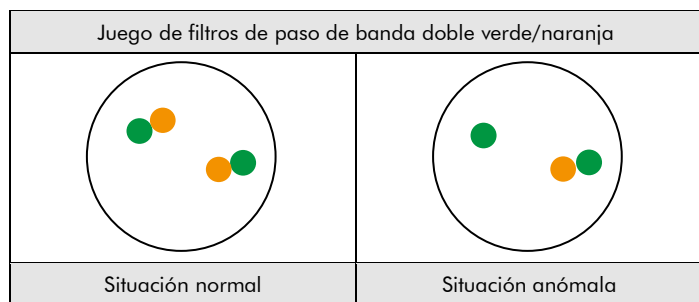

Fig. 2: Resultados previstos en núcleos normales y anómalos
**Situación normal:** En las interfases de células normales o células sin una deleción que afecte a la región del gen MYB, aparecen dos señales naranjas y dos verdes (ver Fig. 2).
**Situación anómala:** En una célula con deleción que afecta a la región del gen MYB, se observará un número reducido de señales naranjas. Las deleciones que afectan solo a partes de la región del gen MYB pueden dar lugar a un patrón de señal normal con señales naranjas de tamaño reducido (ver Fig. 2).